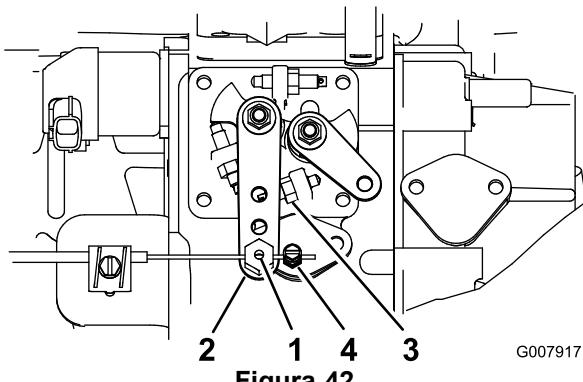

Figura 42
- Allentate il raccordo del cavo dell'acceleratore, sul cavo dell'acceleratore, vicino alla leva della pompa di iniezione (Figura 42).
- Tenete il braccio della leva della pompa di iniezione contro il fermo della minima superiore (Figura 42).